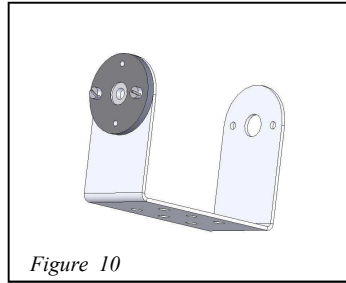

Figure 10
Étape 7 : Placer le palonnier (4) sur la fourche (2). S'assurer que les trous de la fourche (2) soient bien alignés avec les trous du palonnier (4). Visser l'ensemble avec les vis attache-palonnier de 1.6mm (7) et les écrous-palonnier de 1.6mm (8). Voir figures 10 et 11.